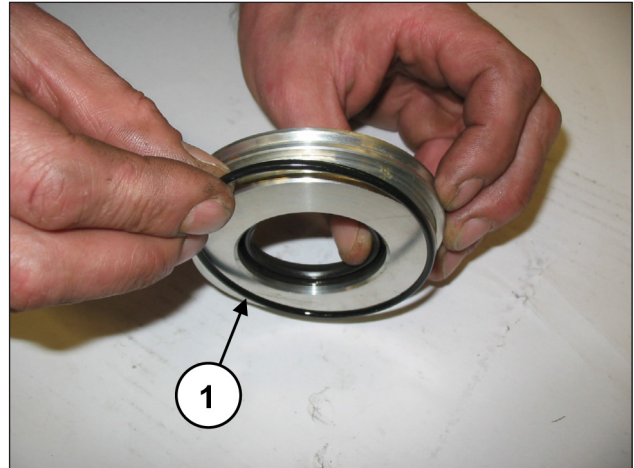
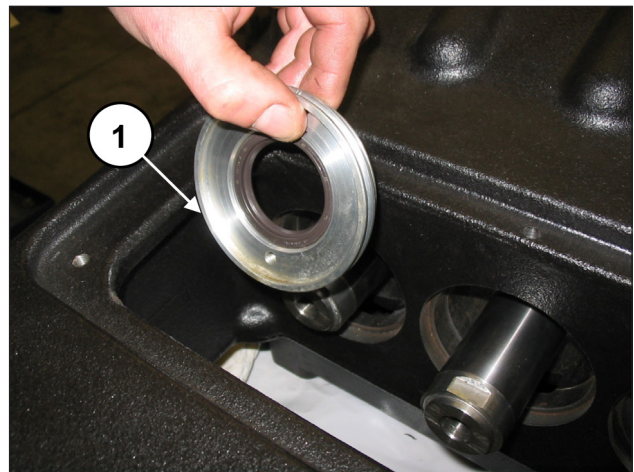

Fig. 95
Fig. 96
Placer le joint torique (rep. ①, Fig. 95) dans le siège du couvercle du joint d'huile et insérer le groupe assemblé dans le siège prévu à cet effet sur le carter (rep. ①, Fig. 96).